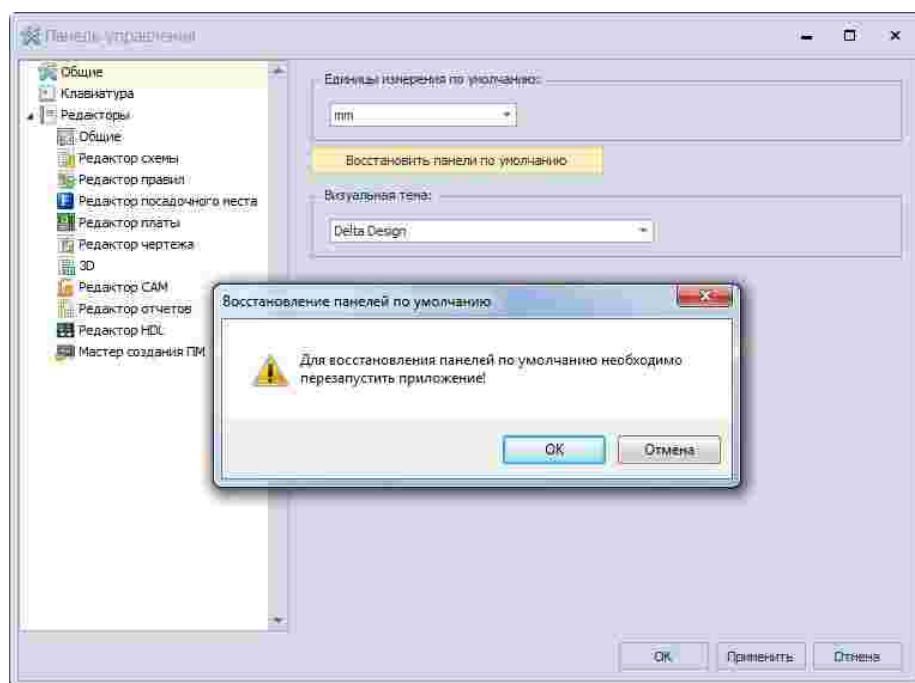

Рис. 46 Восстановление функциональных панелей
1. Нажмите кнопку «Восстановить панели по умолчанию» (см. Рис. 46).